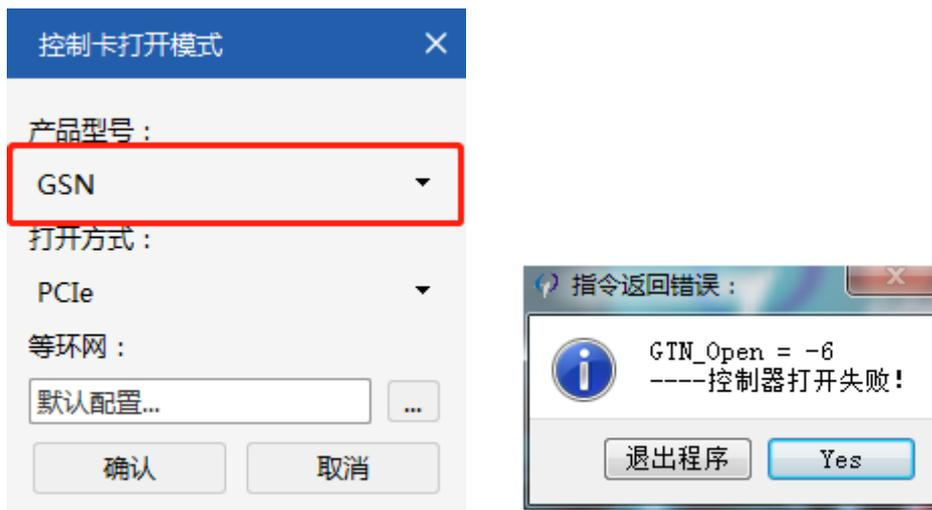

图44
1、双击“MotionStudio”图标，打开软件；弹出如图44所示，然后根据控制卡的型号选择产品型号并点击“确认”，如果控制卡驱动及控制卡正常会立即进入主界面，如果驱动异常或者未插卡则会弹出控制器打开失败的提示；